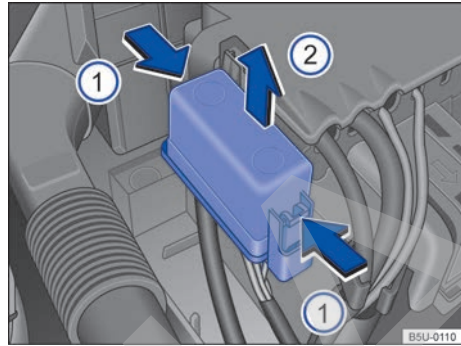

Fig. 174 En el compartimento del motor: cubierta de la caja de fusibles.
- Presionar las trabas en el sentido de la flecha \Rightarrow fig. 174 ①, para desbloquear la cubierta de la caja de fusibles.
- Retirar la cubierta hacia arriba, en el sentido de la flecha ②.
- Para la **instalación**, colocar la cubierta sobre la caja de fusibles. Presionar la cubierta hacia abajo, en el sentido contrario de la flecha ②, hasta que trabe de forma audible.